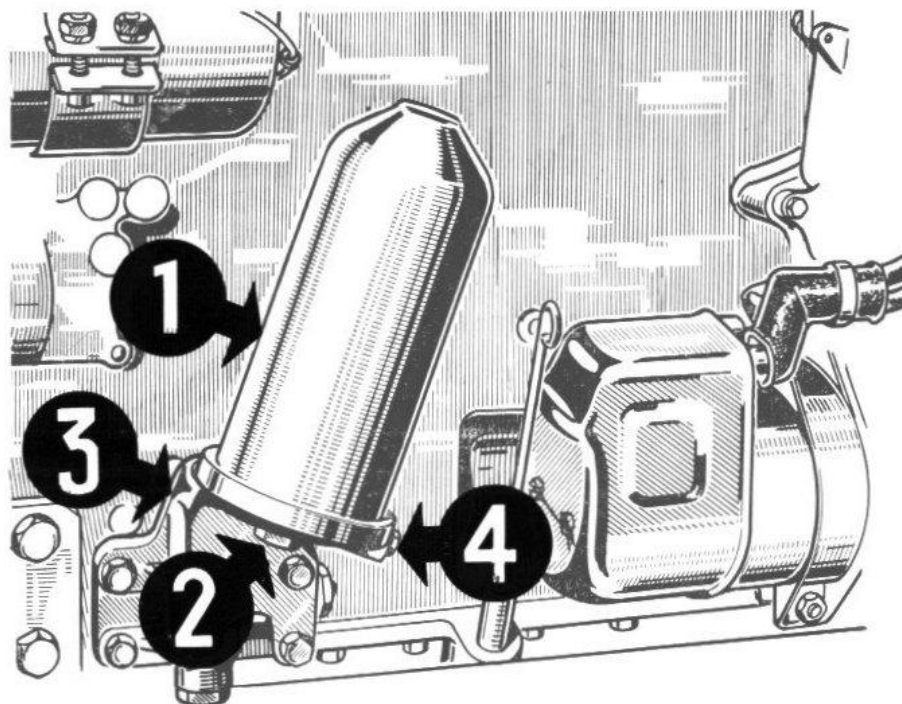

FIG. 23. – Filtre régénérateur.
- a) vidanger l'huile par le bouchon (rep. 4, fig. 23)
- b) démonter la cloche (rep. 1, fig. 23), après desserrage de la vis rep. 2, fig. 23